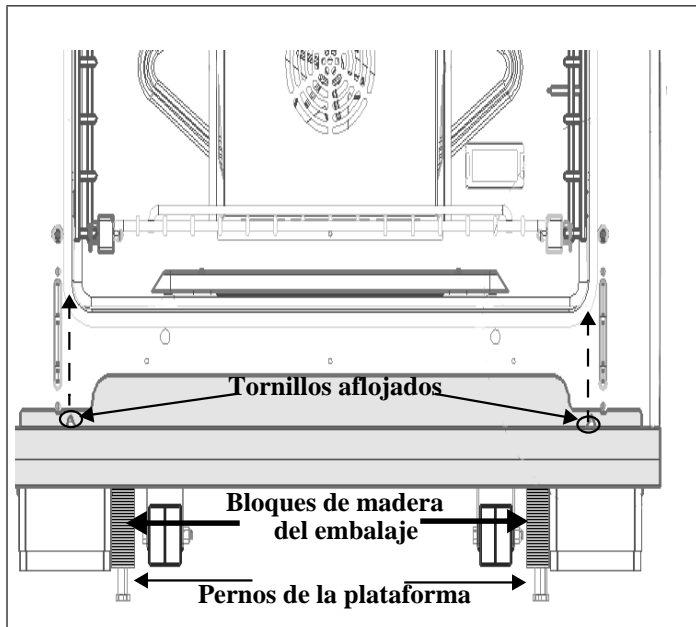

Figura 5: Adorno de Puerta, Bloques de Embalaje y Perno de la Plataforma
3. Todas las estufas están sujetadas a la plataforma con cuatro (4) pernos fijados a bloques de madera (vea la Figura 5). Se puede acceder a los dos pernos de la plataforma solamente después de haber quitado el adorno de la puerta, situado debajo de las puertas.